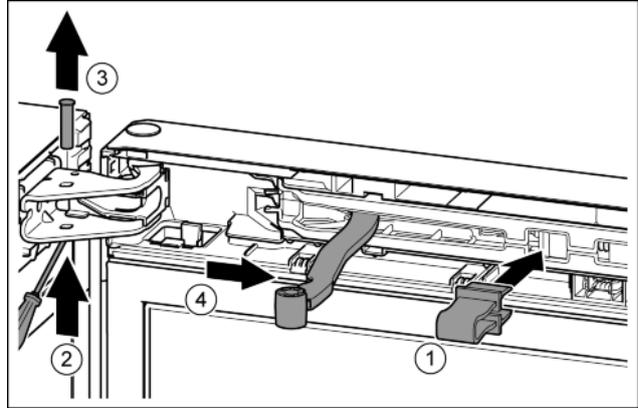

Fig. 13
- ▶ Sicherung in Öffnung einrasten. Fig. 13 (1)
- ▶ Bolzen mit Schraubendreher herauschieben. Fig. 13 (2)
- ▶ Bolzen nach oben herausnehmen. Fig. 13 (3)
- ▶ Gelenk in Richtung Tür drehen. Fig. 13 (4)